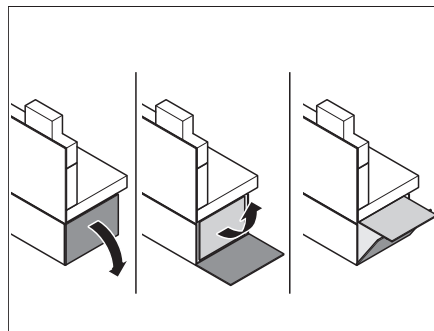

Fig. 128 Desplegar prolongación del banco de asiento
- Desplegar prolongación del banco de asiento (Fig. 128).
- Desplegar las prolongaciones del banco (Fig. 128).